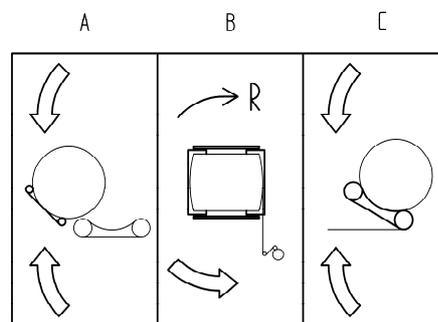

fig. 9 – Leviers de commande distributeur
- Accrocher la console des leviers de commande (fig. 9) dans la cabine du tracteur.
Il y a 3 leviers qui font les mouvements reportés sur l'adhésif (fig. 9) ci de suite indiquée.